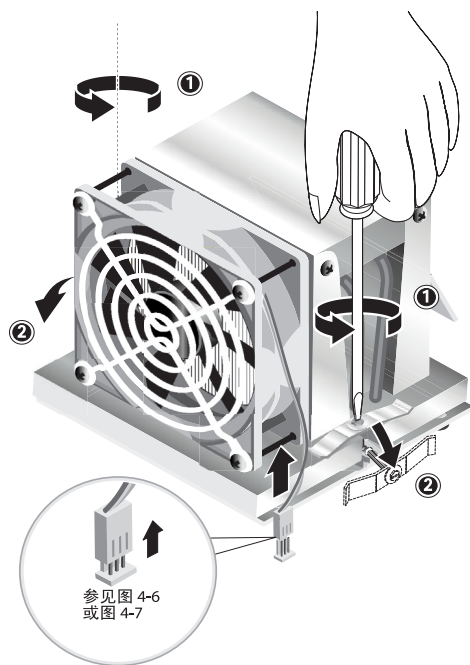

图 4-8 松脱散热器 / 风扇组件固定夹
5. 卸下将散热器 / 风扇组件固定到主板上的两颗螺丝（参见图 4-8 中的 (1)），然后向外旋转固定夹 (2)。